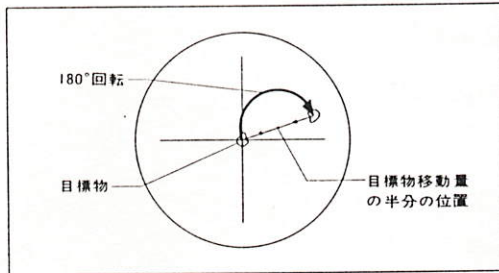

図 15
- 3) ステージを半回転(約 180°)させます。目標物の移動量の半分の位置に、十字線の交点が来るようにレボルバ心出し工具により対物レンズを移動します。(図15)